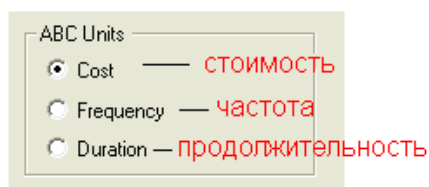

Рис. 6.5. Назначение радиокнопок в группе ABC Units
4. Для изображения стоимости, частоты или продолжительности работы переключите радиокнопки в группе **ABC Units** (рис. 6.5.).